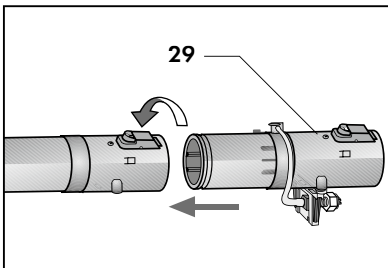

Fig. 13
- introduire le bout femelle du tuyau rallonge dans le bout mâle du nébuliseur en tournant la couronne de blocage du tuyau rallonge. **(Fig. 13)**